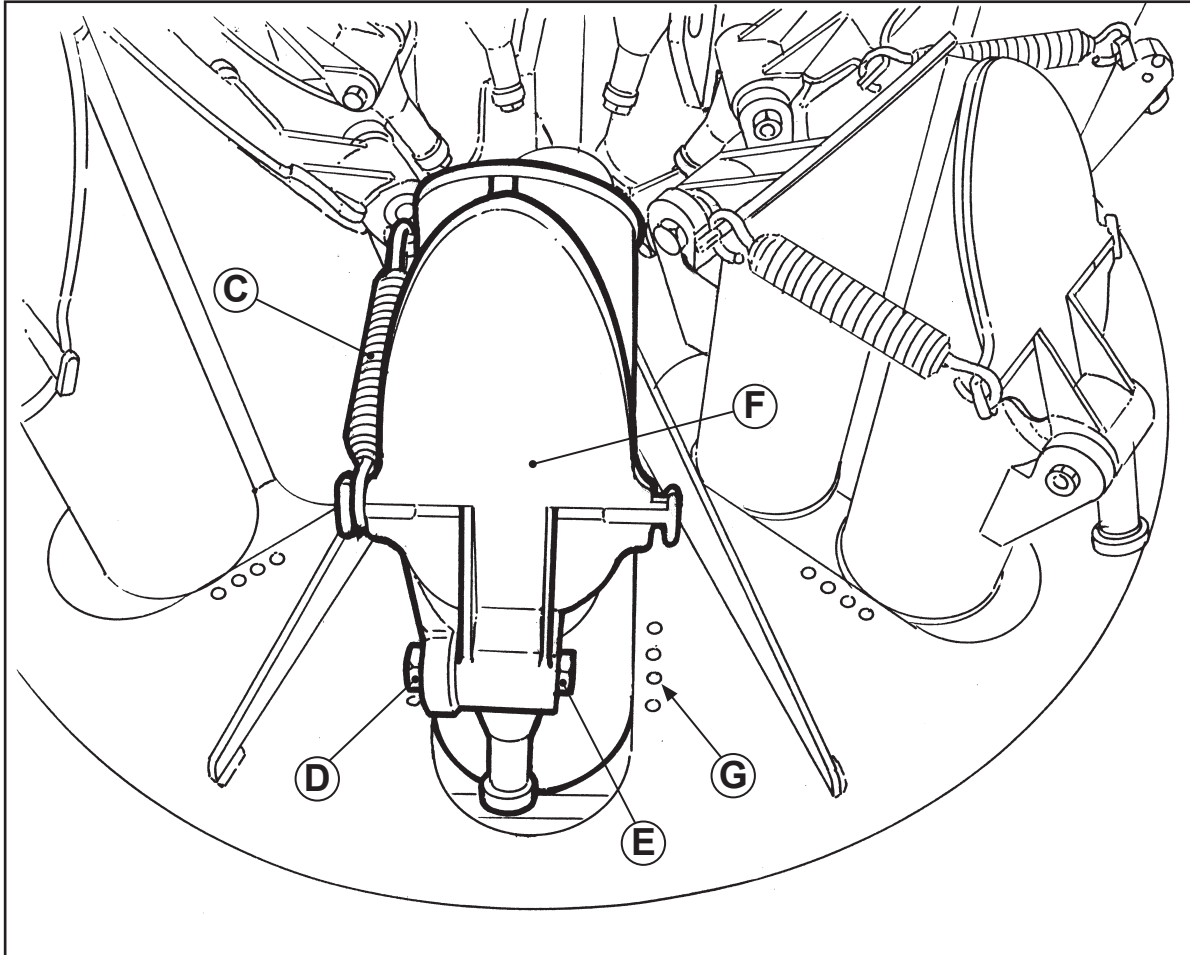

Fig. 1
- Enlever la vis centrale du distributeur (A).
- Enlever verticalement le distributeur de plants (B) avec l'aide d'une deuxième personne.
- Tourner le distributeur de bas-en haut (Fig. 1).
- Décrocher le ressort (C) du godet concerné.
- Dévisser le contre-écrou (D).
- Desserrer la vis (E) et enlever la palette (F).
- Quite el tornillo central del distribuidor (A).
- Extraiga verticalmente el distribuidor de plantas (B) con la ayuda de una segunda persona.
- Dé vuelta el distribuidor (Fig. 1).
- Desenganche el resorte (C) del vaso en cuestión.
- Desenrosque la contratuerca (D).
- Desenrosque el tornillo (E) luego quite la paleta (F).
- Togliere il carter **(I)**. A questo punto controllare l'integrità della coppia conica **(Fig. 1)** che non presenti danni sui denti, eventualmente: